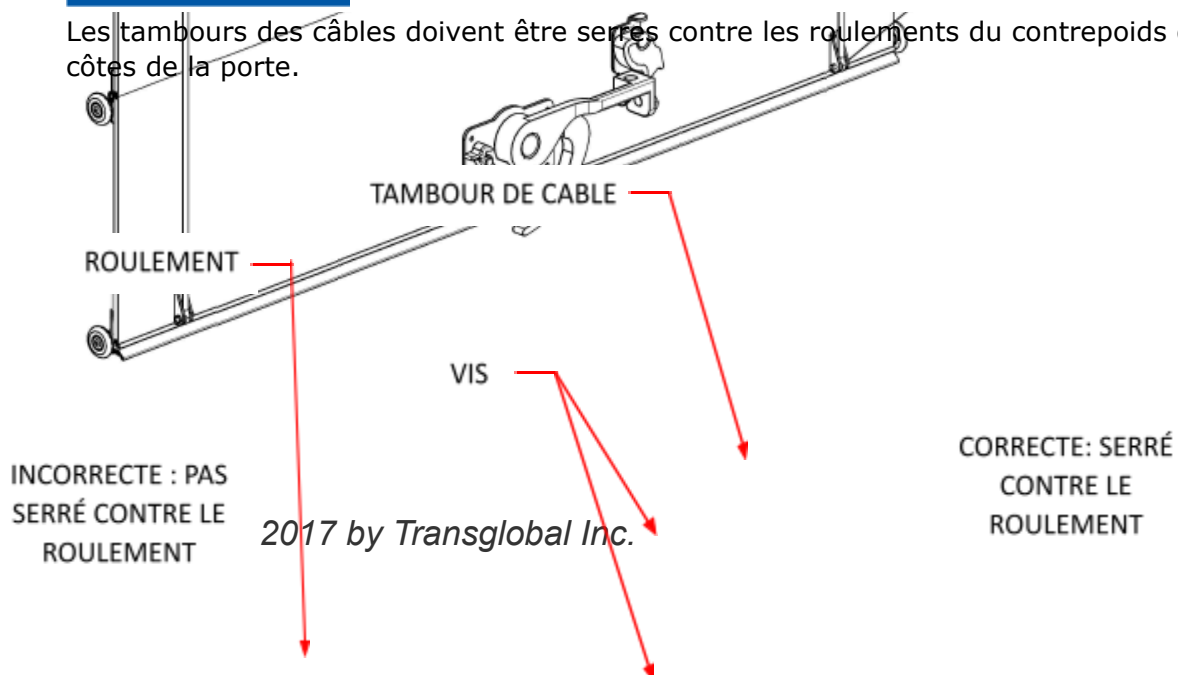

FIGURE 5
1. Est-ce que les tambours des câbles sont serres contre les roulements du contrepoids, les vis serrées, et les deux câbles tendus avec une tension égale ? (voir Figure 5).